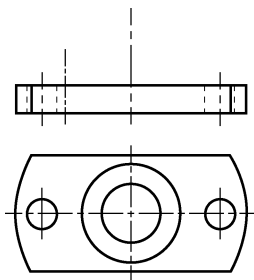

图 5-7 绘制铅垂圆柱俯视图
(1)在俯视图上捕捉中心线交点作为圆心,绘制铅垂圆柱及孔的俯视图 $\phi 30\text{mm}$ 、 $\phi 18\text{mm}$ 的圆,如图5-7所示。